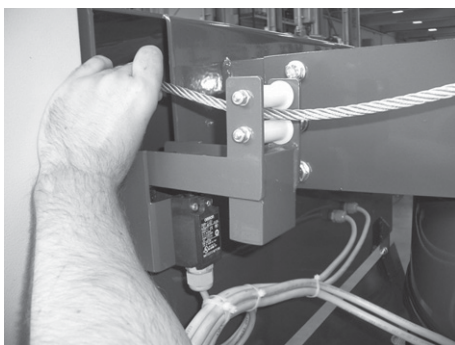

fig. 20
16) If on the side of the slack cable, before entering the drive unit enclosure, the cable must pass through the two cylinders present on the slack cable device lever (Fig. 20).
16) Auf der Seite des Schlaffseilschalters muss das Seil, bevor es in den Antriebskasten eintritt, durch die beiden Zylinder auf dem Hebel des Schlaffseilschalters laufen (Abb. 20).
16) S'il est du côté du câble mou, avant d'entrer dans le carter de la motorisation, le câble doit passer à travers les deux cylindres présents sur le levier du dispositif câble mou (Fig. 20).
16) Se dalla parte del cavo lento, prima di entrare all'interno della cassetta della motorizzazione, il cavo deve passare attraverso i due cilindri presenti sulla leva del dispositivo cavo lento (Fig. 20).